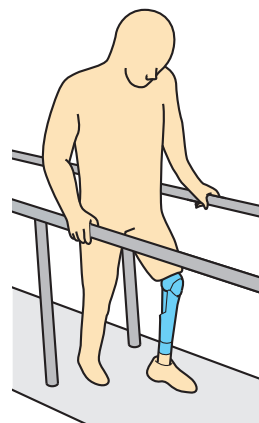

Imagen 12
- 1 Asegúrese de que la escala marca 10 y haga que el paciente se coloque entre las barras paralelas. (Imagen 12)